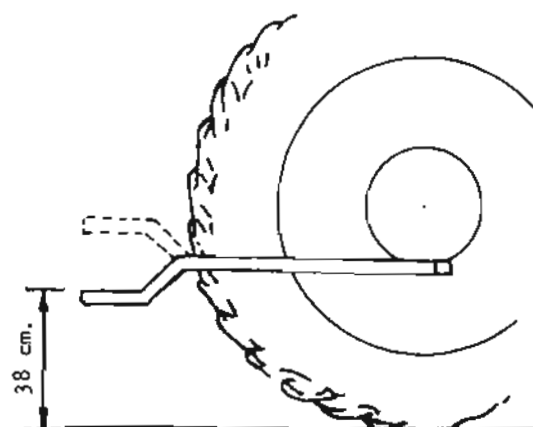

Fig. 3
- permitir distintas alturas de acople; barra acodada y reversible (figs. 3 y 4).